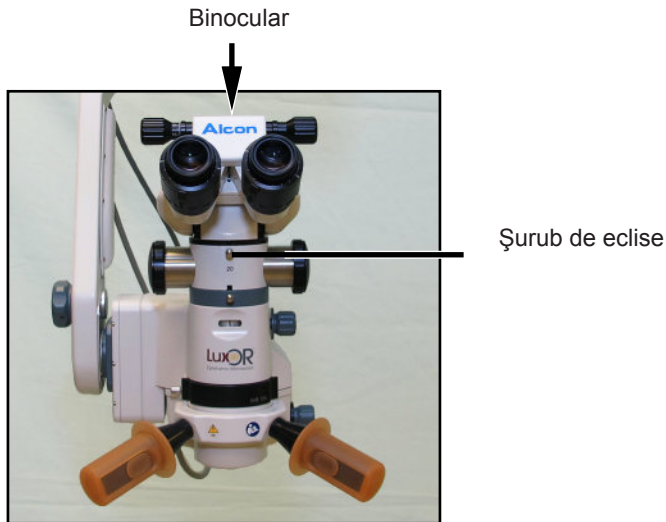

Figura 6-3 Înlocuirea Binocularului
3. Așezați binocularul în partea de sus a separatorului de fascicule și strângeți bine șurubul de eclise al acestuia, (Figura 6-3).